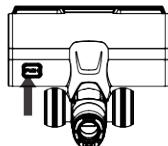

Abbildung 20
- (1) Schalten Sie das Gerät aus und entfernen Sie die elektrische Bürste.
- (2) Klappen Sie die Bürste um und drehen Sie den Verriegelungsknopf an der festen Abdeckung mit einer Münze, um die Sperre zu öffnen. (Abbildung 20)